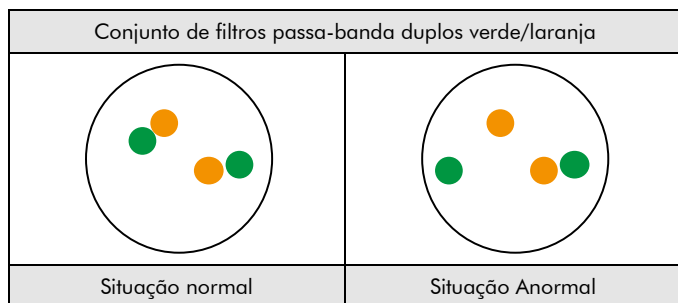

Fig. 2: Resultados esperados em núcleos normais e anormal
**Situação normal:** Nas interfases de células normais ou de células sem uma translocação que envolva a região do gene BCL2, aparecem dois sinais de fusão verde/laranja (ver Fig. 2).
**Situação anormal:** Uma região do gene BCL2 afectada por uma translocação é indicada por um sinal verde separado e um sinal laranja separado (ver Fig. 2).